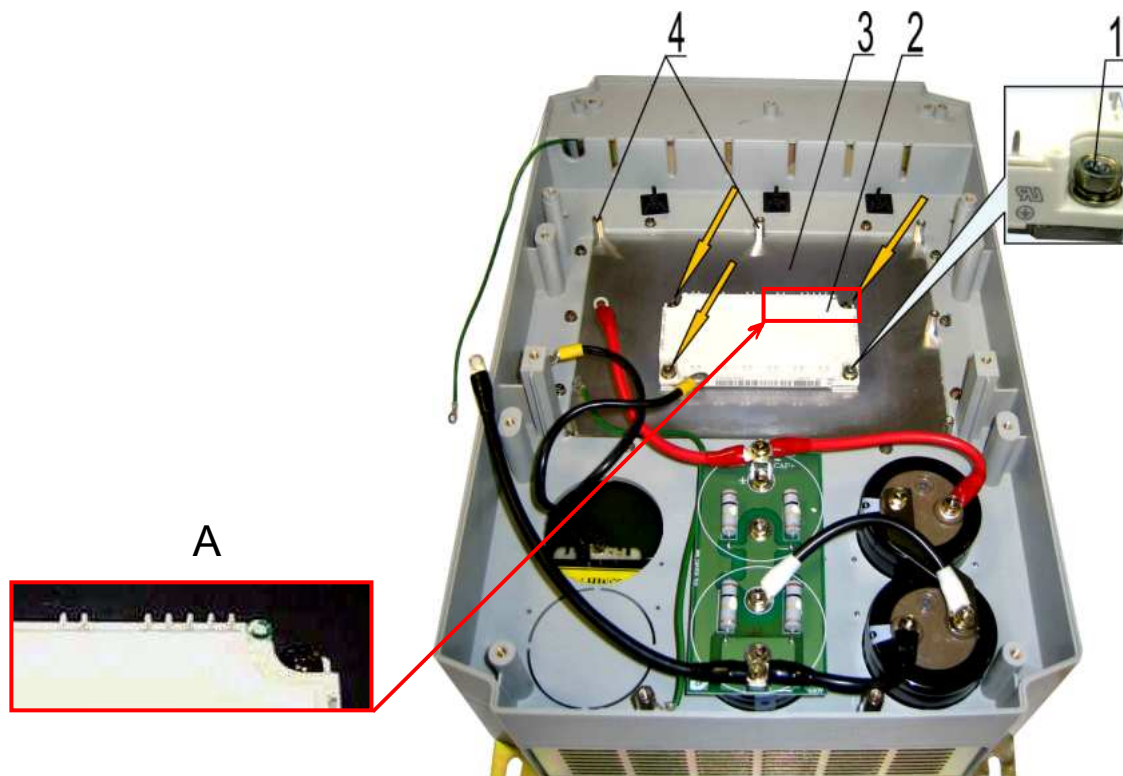
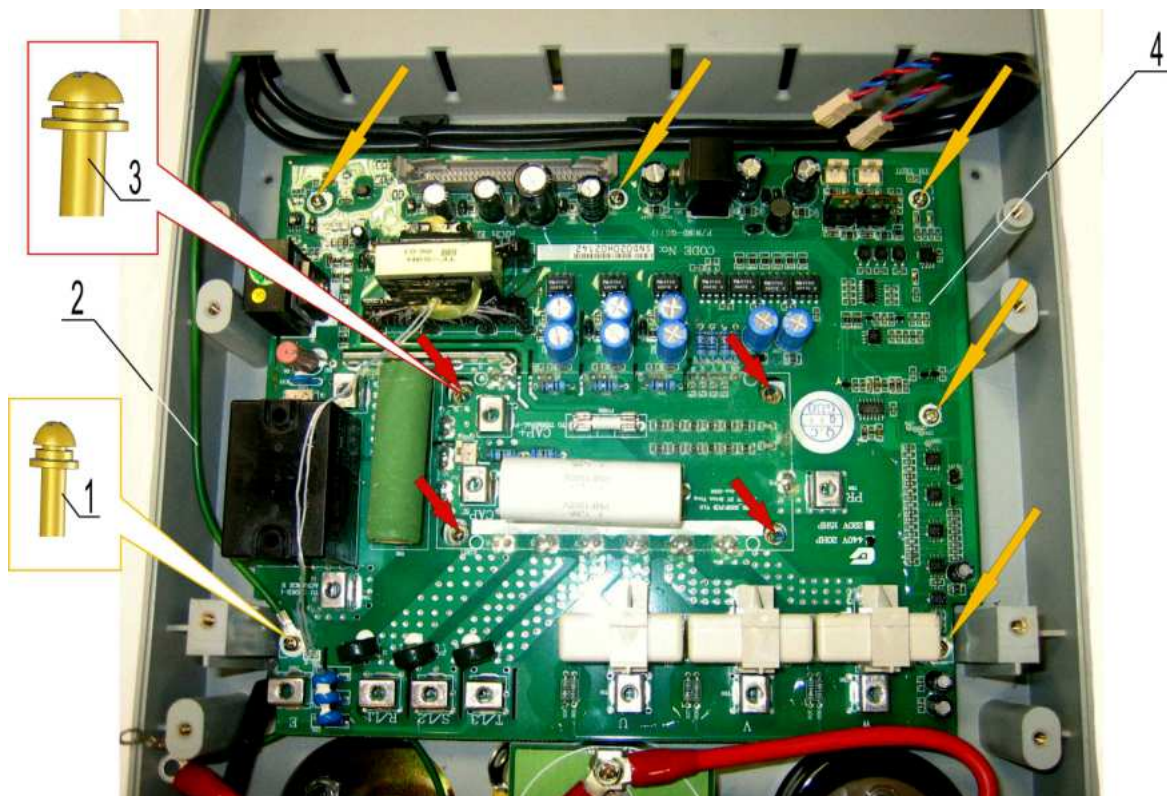

Рис. 7.10
Рис. 7.11
7.5.5. Установить матрицу 2 над отверстиями радиатора 3 (рис. 7.10), при этом контакты матрицы должны быть сориентированы, как показано на виде А. Матрицу слегка притереть к радиатору.
7.5.6. Вкрутить четыре винта 1 в отверстия матрицы для ее предварительного крепления (рис. 7.10, желтые стрелки).
7.5.7. Взять плату драйверов 4 (рис. 7.11).
7.5.8. Совместить отверстия платы с резьбовыми отверстиями стоек 4 и выводами матрицы 2 (рис. 7.10). Установить плату в корпус. Закрепить плату пятью винтами 1 (рис. 7.11, желтые стрелки).
7.5.9. Установить наконечник заземляющего провода 2 на отверстие платы. Закрепить наконечник винтом 1. (рис. 7.11).
7.5.10. Затянуть винты 3 крепления матрицы к радиатору (рис. 7.11).